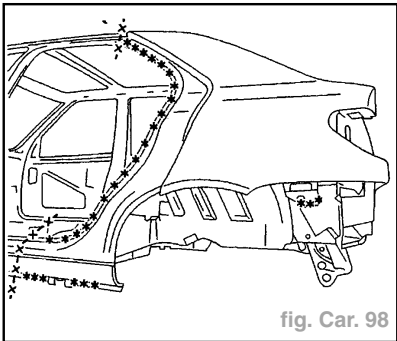

fig. Car. 98
- Côté d'habitacle : tracer puis découper à l'aide d'une scie (fig. Car. 98).
- Souder par cordons successifs au MAG (fig. Car. 98 et 99).
- Effectuer une finition étain sur les soudures MAG (fig. Car. 98 et 99).